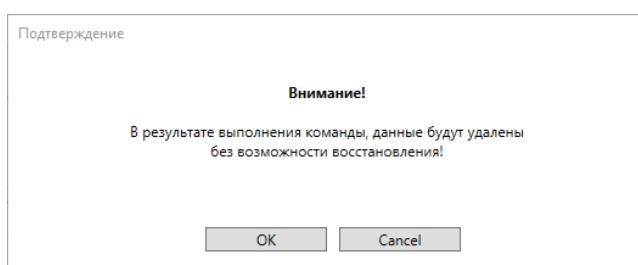

Рисунок 14-3
3. Нажмите кнопку «Выполнить». Появиться сообщение Рисунок 14-3.